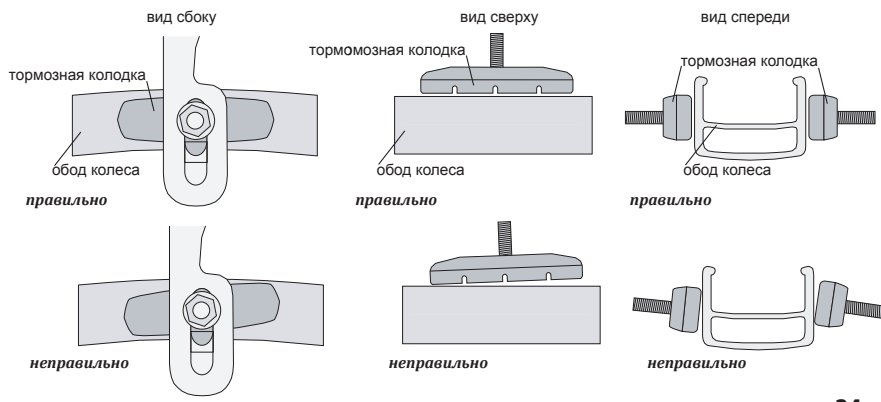

рис. 24
1. Установите тормозные колодки таким образом, чтобы тормозная поверхность колодки была параллельна тормозной поверхности обода и располагалась точно посередине (рис. 24);